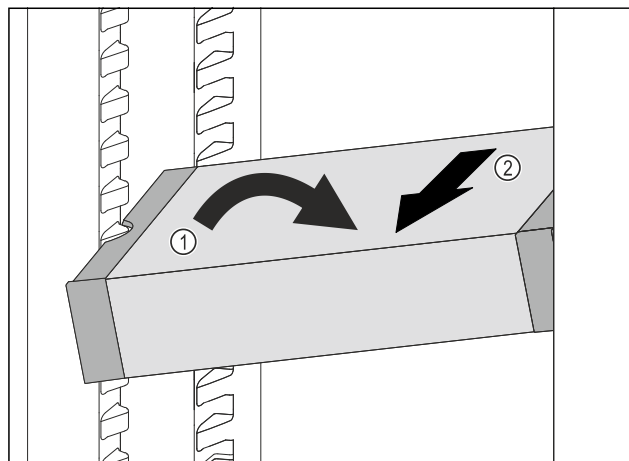

Fig. 186
- VarioSafe postavte v chladničce šikmo. Fig. 186 (1)
- VarioSafe odeberte směrem dopředu. Fig. 186 (2)